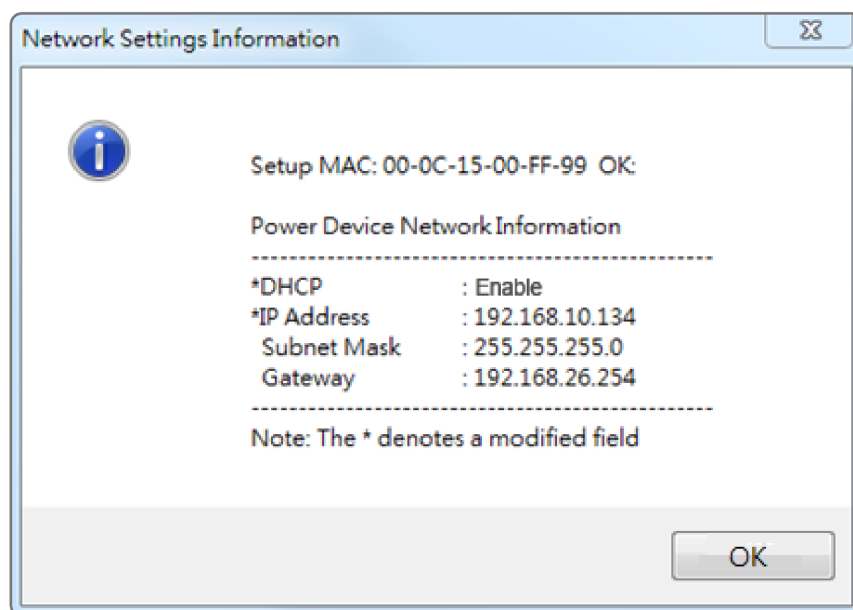

Figure 4. Message de configuration réussie de l'adresse IP.
8. Si l'adresse IP a été modifiée avec succès, un message s'affiche pour confirmer que la configuration IP est correcte, comme illustré dans la figure 4.